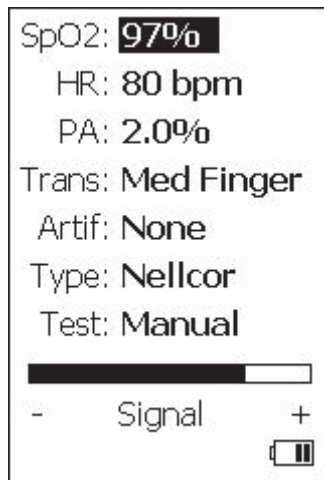

图 5.SpO2 参数更改
2. 按 **SELECT**。如图 5 所示，高亮区移至 SpO2 参数值。